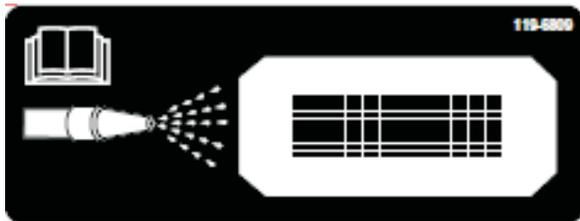
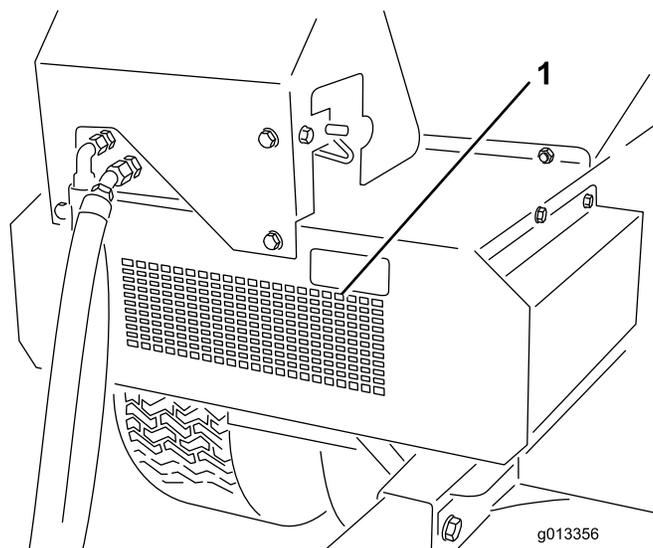

図 51
図 52
10. プロパス前部に清掃ステッカー（図 51）が貼付されている；ステッカーに描かれているように、水道ホースを使って前ガードのメッシュから水を掛け、腹板に残っている資材を完全に流し出す（図 52）。